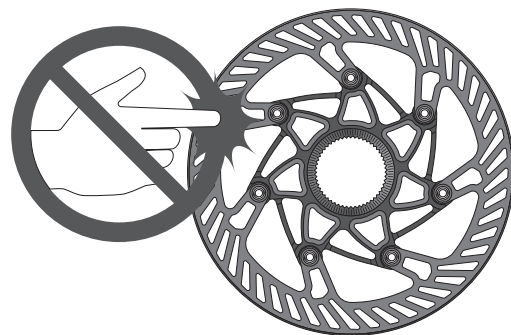

Fig.1
- Ne jamais toucher le disque du frein à disque, même lorsque le vélo est immobile. Le disque peut être très chaud et pourrait causer de graves brûlures. Nous rappelons d'apporter la plus grande attention même lorsque le vélo est en mouvement car le disque affilé pourrait causer de graves blessures aux doigts, s'ils sont insérés dans les ouvertures du disque en mouvement (Fig.1).